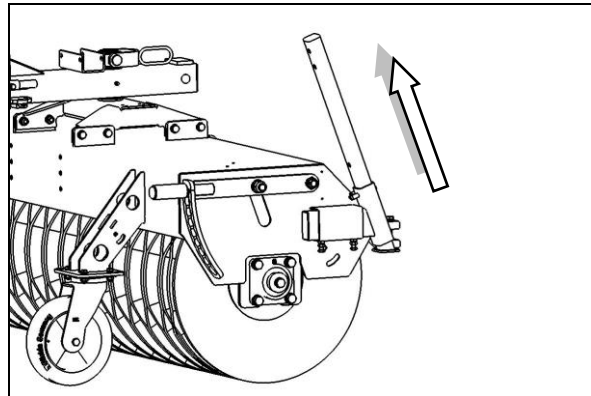

Fig. 4.12
- Bei freikehrender Kehrmaschine Plus 590 Pro die beiden Abstellstützen (Fig. 4.12) nach oben versetzen und mit dem Absteckbolzen sichern.